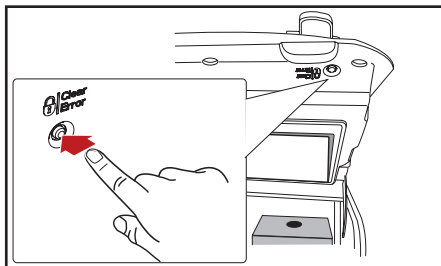

Fig. 4.7 - LOCK/Clear-Error knap
2. Tryk på knappen LOCK/Clear-Error for at blokere leveringen (fig. 4.7).